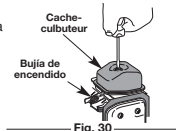

Fig. 30
5. Limpie la suciedad de alrededor de la cubierta del brazo oscilante. Saque el tornillo que sostiene la cubierta del brazo oscilante con un destornillador grande de vástago plano o con una broca Torx T-25 (Fig. 30). Saque la cubierta y la junta del brazo oscilante.
- El pistón se encuentre en la parte superior de su recorrido mientras mira dentro del orificio de la bujía de encendido (Fig. 30).